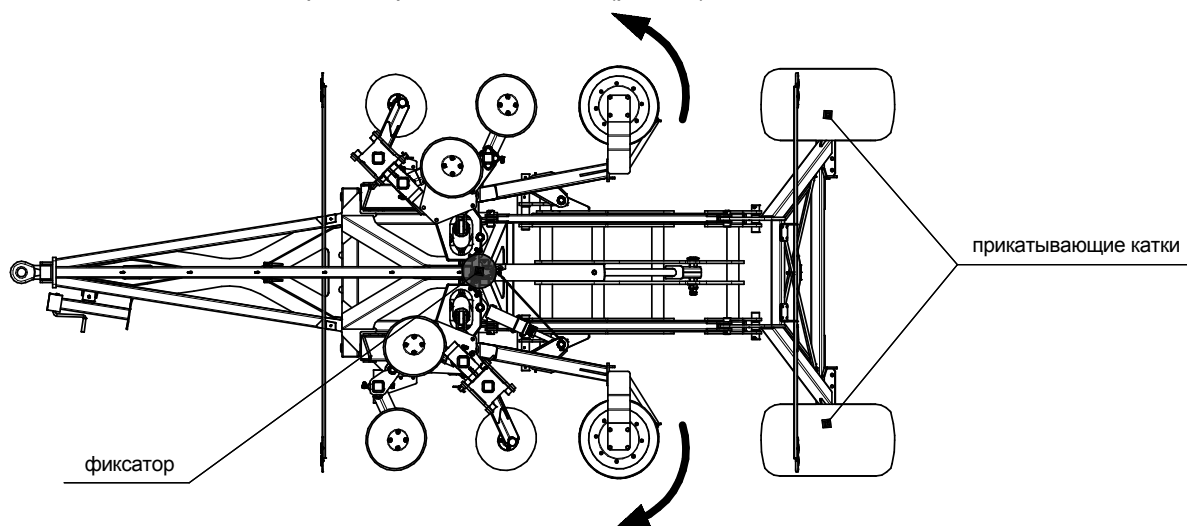
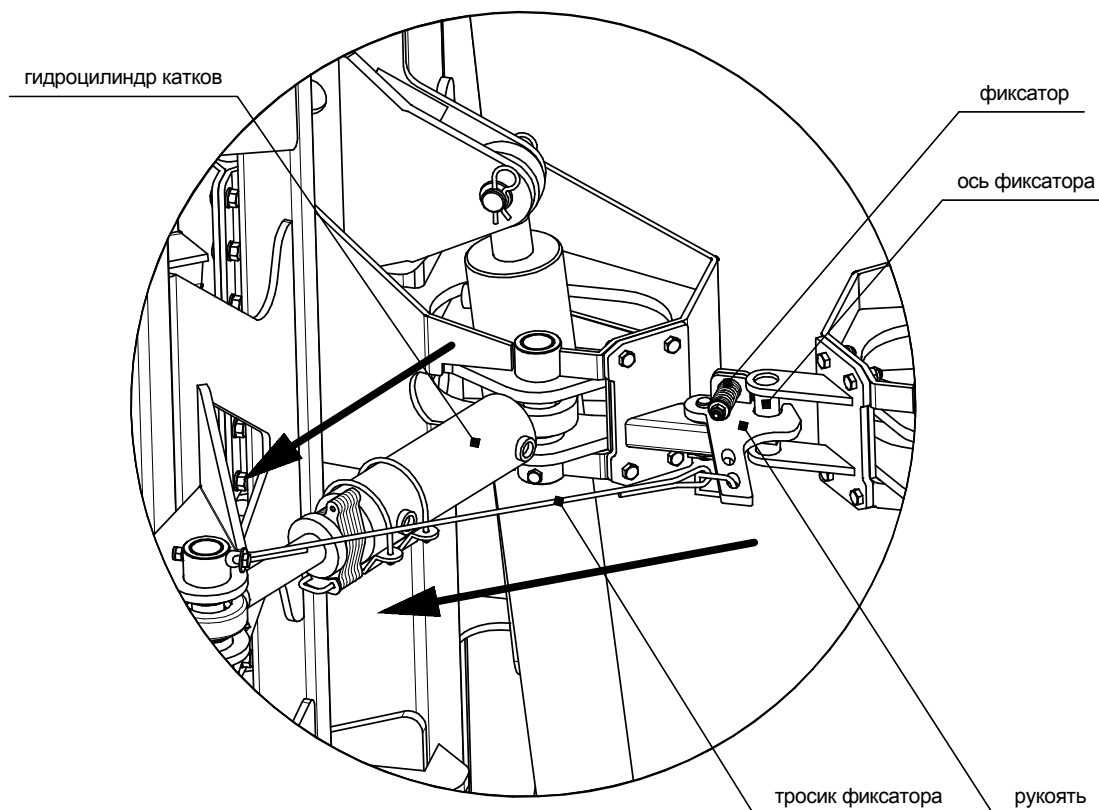

Рис.1.1-Разведение прикатывающих катков дисковой почвообрабатывающей машины ДГМ-7500 "Универсал" / "Универсал Т" (вид сверху)
Рис.1.2-Фиксатор транспортного положения крыльев.
3. С помощью рычагов управления гидравлики прикатывающих катков разведите катки (рис.1.1), чтобы освободить ось фиксатора из зацепления (рис.1.2).